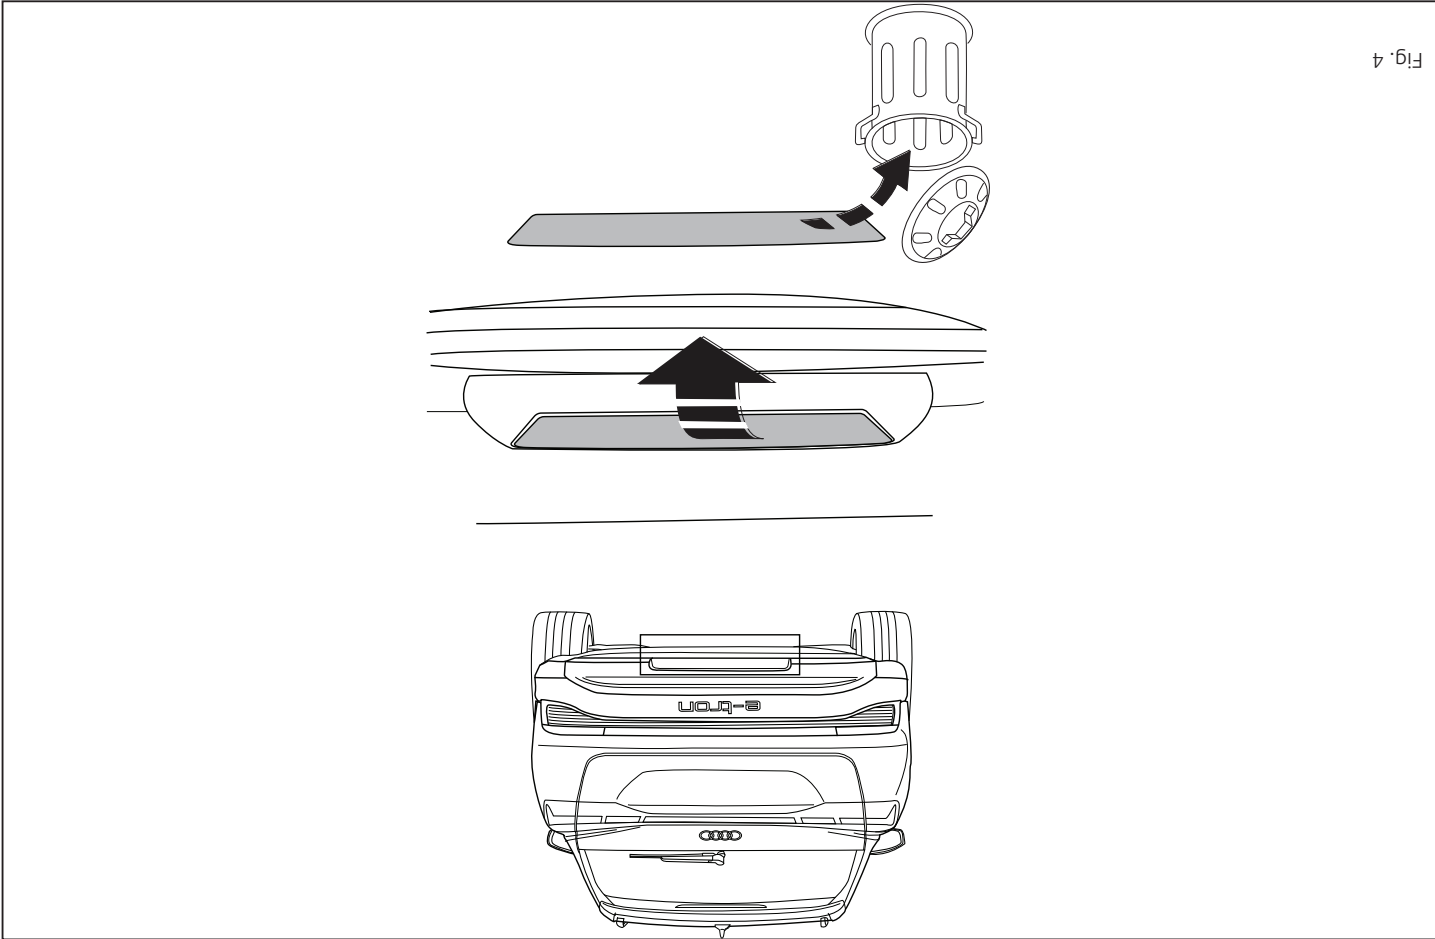

Fig. 4
9. **Q4 e-tron:** Remove the part indicated. See figure 4.
9. **Q4 e-tron:** Den angegebenen Teil abmontieren. Siehe Abbildung 4.